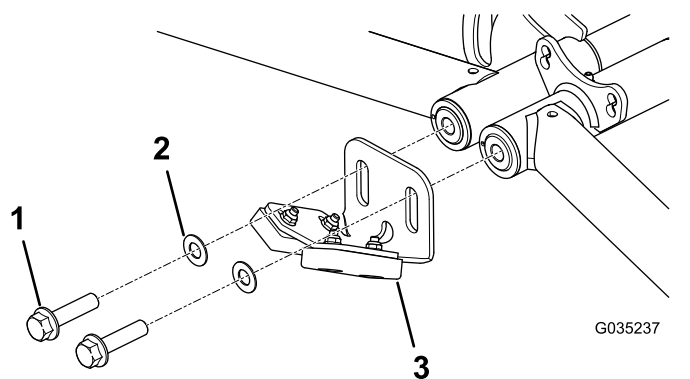

図 20
4. 図 20 に示すように前バンパーアセンブリとワッシャを仮止めする。